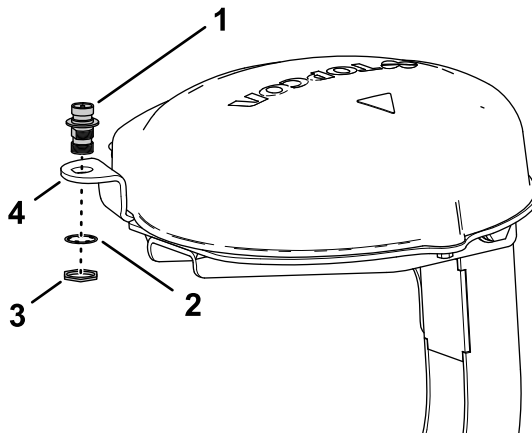

图157
- 让同轴耦合器穿过 RTK 天线法兰上的开口耦合器的隔板螺纹向下图157。
- 使用锁紧垫圈和锁紧螺母将同轴耦合器安装到接收器底板的法兰上并用手拧紧锁紧螺母图157。